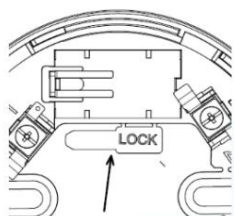

Fig.3
- Retirer au préalable la clé du socle (fig. 3).